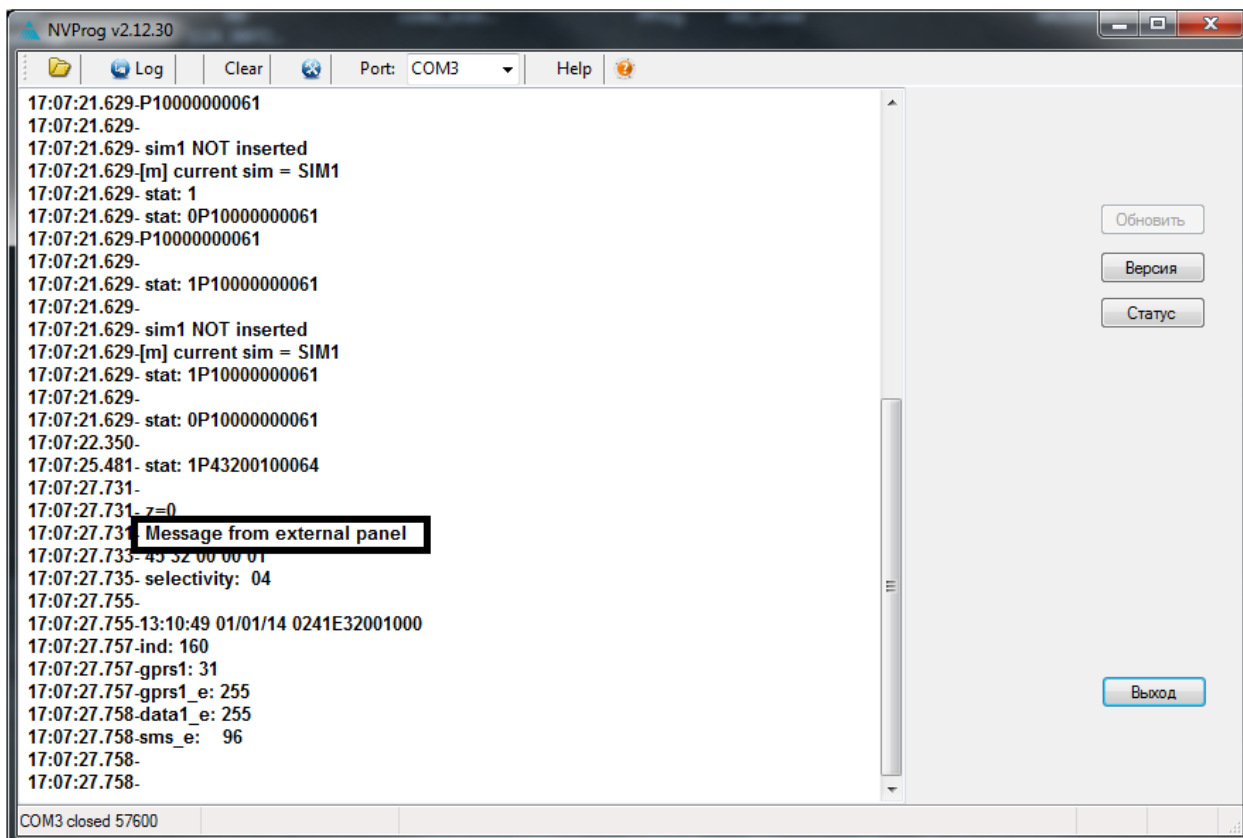

Рисунок 13.
5. После выполненных настроек, открываем лог событий с NV 241 в NV PROG. Если все сделано правильно, то в лог появятся события с внешней панели. Рисунок 13.